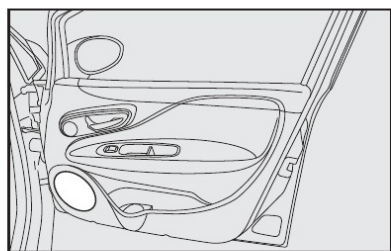

fig. 132
- alto-falantes na porta dianteira **fig. 132**;